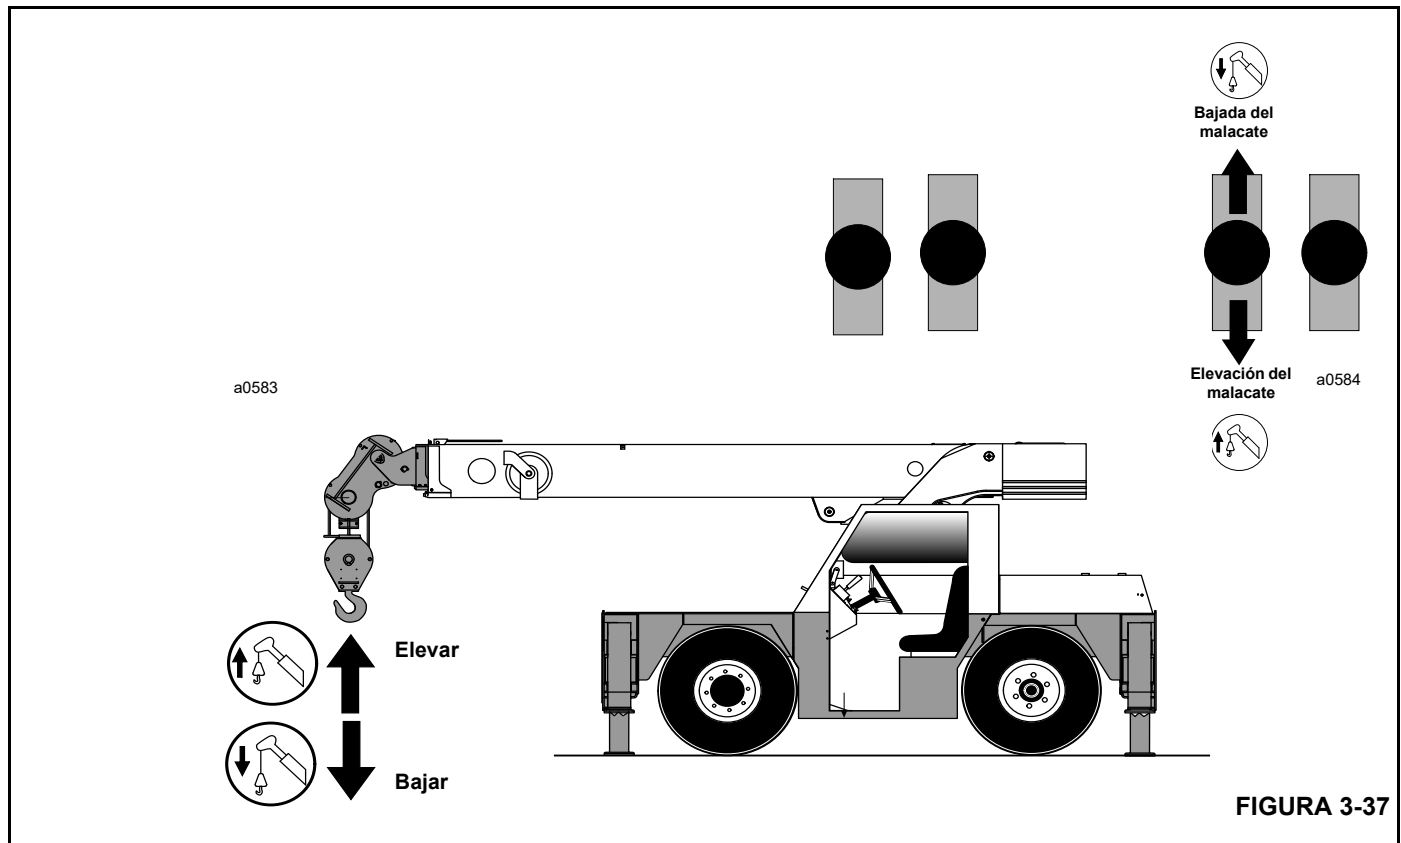

FIGURA 3-37
2. Tire de la palanca de control del malacate (Figura 3-37) lentamente hacia atrás hasta obtener la velocidad de elevación deseada. Entre más se mueva la palanca de control hacia atrás, más rápidamente se elevará el aparejo de gancho.
2. Empuje la palanca de control del malacate (Figura 3-37) lentamente hacia adelante hasta obtener la velocidad de bajada deseada. Entre más empuje el control hacia adelante, más rápidamente se bajará el aparejo de gancho.